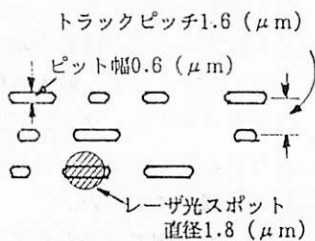
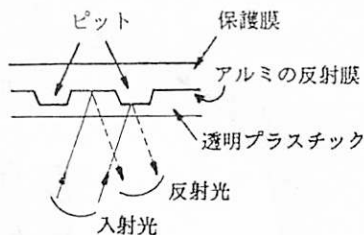
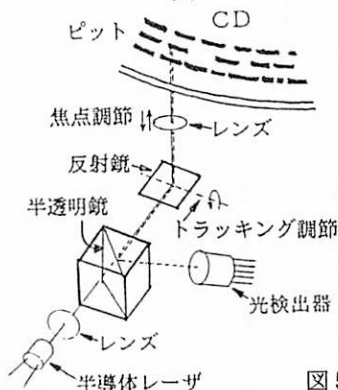

図3
図4
図5
次にCDの機構について説明しよう。ピカピカに光るCDの円盤には図3のようなくぼみがある。このくぼみをピットと呼び、規則正しく並べられ一つのピットの幅は0.6 ( $\mu\text{m}$ )、長さは1~3 ( $\mu\text{m}$ )程度で、隣の列までの距離は1.6 ( $\mu\text{m}$ )で非常に狭い。いま1枚のCDのピット数を計算すると、サンプリング周波数を44.1 KHz、および16ビットとすると、音を1秒間出すためにビット数は $44.1 \times 10^3 \times 16 = 7.05 \times 10^5$  (約70万ビット)、1枚の演奏時間が50分であるから $7 \times 10^5 \times 50 \times 60 = 2.1 \times 10^9$  (21百個)存在する。もちろん個々のピットは特殊な顕微鏡を使わないと見られないが、細かいピットが集まっている証拠に、自然光で面を見ると虹色が見られる。これは空中の微細な水滴に太陽光が当たると虹を発生するのと同じ原理で小さなピットの集まりなことが分かる。さて、このピットを作るにはレーザー光を使用する。まず全面に薄い感光剤を塗った回転している円盤に、音声のデジタル化で得られたパルスでオン、オフしたレーザー光を当て露光して現像、定着処理を行う。その結果、光の当たった部分のみが残り他は洗い流されるので凹凸がある原盤が作られる。これをプラスチック盤に転写し、それに図4のように薄いアルミの反射膜を付け、さらにその上に保膜を付けて、直径12セ
次にCDの信号を読み出す再生のメカニズムは、半導体レーザからのレーザ光を図5のような経路を経てCDのピットに当て、その反射光をホトダイオードの光検出器で受ける。ここで何故、レーザ光を使用するかは、①直径1.8( $\mu\text{m}$ )という非常に細く絞れる、②光の位相が揃って(全ての光の波の山と谷が一致すること)いるので、2つの光の間に干渉が生じる、ためである。そこで図4の2つの反射光は、ピットの適当な深さにより光の走行距離に差を生じ、お互いに干渉し合って弱まるため光検出器の出力が低下するので、ピットの存在によりパルス列の受信信号が得られる。ところで非常に細かいトラック(1ミリ当たり約600本)を、